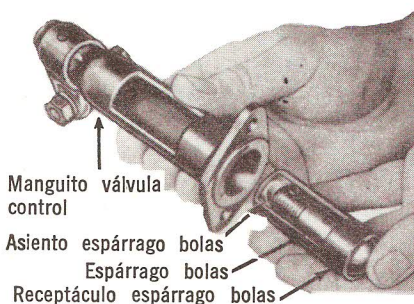

Fig. 19 — Instalación de Receptáculo de Bolas, Sello y Ménsula. Típico
4. Coloque el receptáculo en el manguito de la válvula de control de modo que la parte roscada de la rótula se pueda sacar por la abertura en el manguito (Fig. 19).